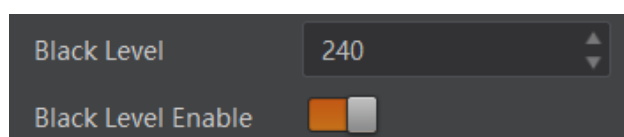

图7-28 黑电平设置
2. 在 *Black Level* 参数中输入需要设置的数值，如图 7-28 所示。